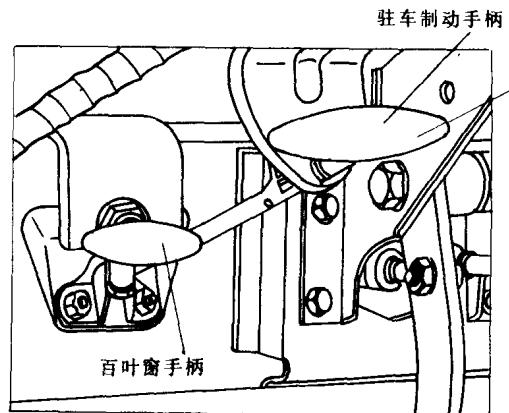

图 1-15 驻车制动手柄及百叶窗控制手柄
12. 驻车制动手柄(图 1-15) 位于仪表板的左下方。制动时,向后拉手柄,在拉出 4~13 个齿时,即达到正常的制动效果。松开驻车制动时,先将手柄向后轻拉,并反时针转动,然后将手柄向前推到底即达到松开驻车制动的效果。
13. 百叶窗控制手柄(图 1-15) 在驻车制动手柄的左侧,可用来控制散热器前面百叶窗的开度,以便调节发动机冷却水(液)的温度,使之保持在 80~90°C 之间。向后拉手柄,百叶窗开度减小,水温提高;向前推动手柄,开度增加,水温降低。